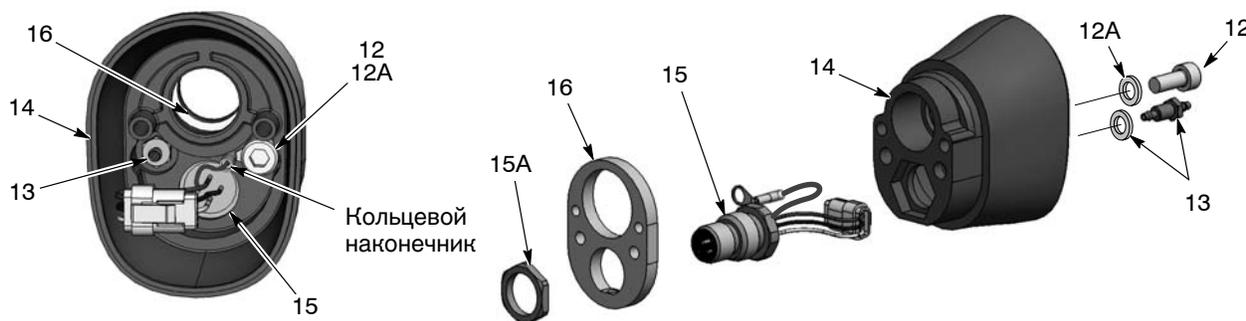

Рис. 7-12 Распылитель для монтажа на трубке, разборка, 5 из 5
18. См. рис. 7-12. Для разборки узла заднего корпуса вывернуть винт (12) и снять завершенный ниппель (13) внутри заднего корпуса распылителя (14). Требуется 3-мм ключ-шестигранник и глубокая головка на 1/4 дюйма.
19. Отвернуть гайку (15А) от гнезда, снять пластину заземления (16) с заднего корпуса распылителя и пропустить жгут проводов гнезда сквозь корпус.